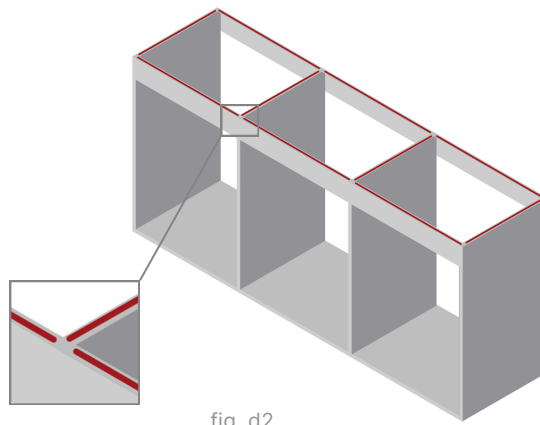

fig. d2
- Application directement sur caisson ouvert (fig. d2) :